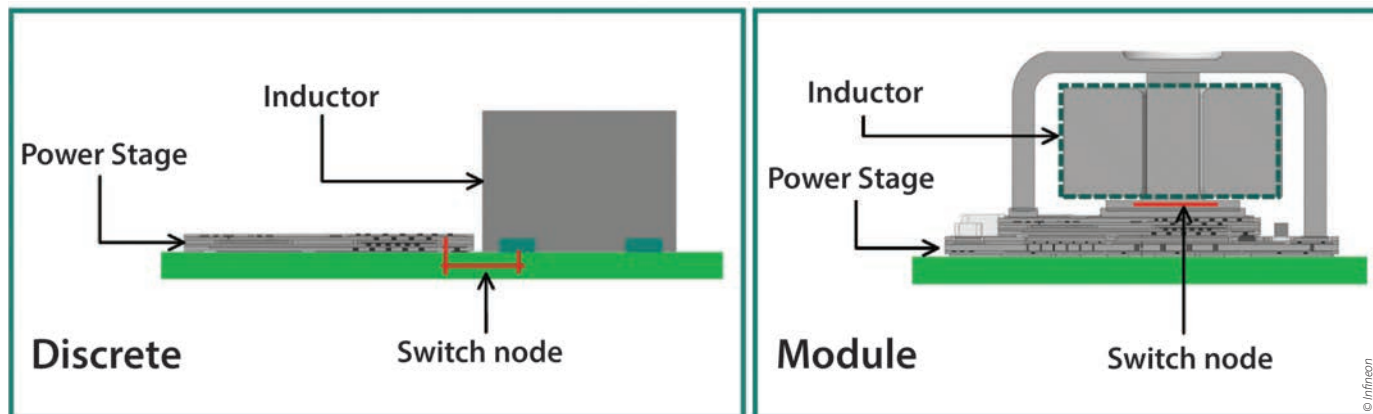
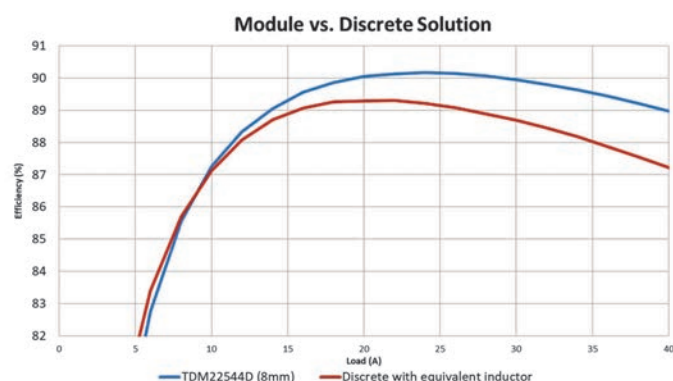

Figura 4 Implementarea nodului de comutare în interiorul modului reduce impedența, precum și efectele parazite care provoacă zgomot și limitează performanța.
Figura 5 Comparatie privind eficiența unui modul monofazat și eficiența unei soluții discrete monofazate pentru o intrare de 13,5 V, ieșire de 0,8 V la 800 kHz.
La frecvențe mai mari, elementele parazite ale nodului de comutare limitează eficiența regulatorului de tensiune (VR). Integrarea acestuia în modul (figura 4) minimizează impedanțele parazite pentru o funcționare mai eficientă la frecvențe ridicate (figura 5). Regulatele de tensiune cu frecvență de comutare ridicată utilizează inductanțe mai mici și o capacitanță de ieșire redusă, crescând densitatea de putere.